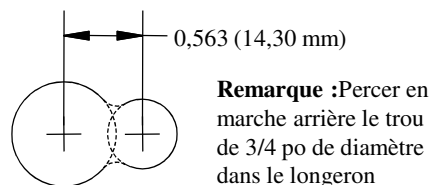

Figure 1 : Modification du trou d'accès pour Permettre le tirage du câblage de bloc et du boulon
①	Qté. (2)	Boulon de carrosserie 7/16 x 1,50 po GR.5	⑤	Qté. (1)	Boulon de carrosserie 1/2 po-13 x 1,75 po GR.5
②	Qté. (2)	Bloc 3 x 7/8 po	⑥	Qté. (1)	Espaceur 2 x 2 po
③	Qté. (2)	Rondelle conique 7/16 po	⑦	Qté. (1)	Rondelle conique 1/2 po
④	Qté. (2)	Écrou hexagonal 7/16 po GR.2	⑧	Qté. (1)	Écrou hexagonal 1/2 po-13 GR.2
2. Comme illustré dans la Figure 1, utiliser une perceuse 1/2 po pour agrandir les trous de 3/4 po existants sur les deux longerons.